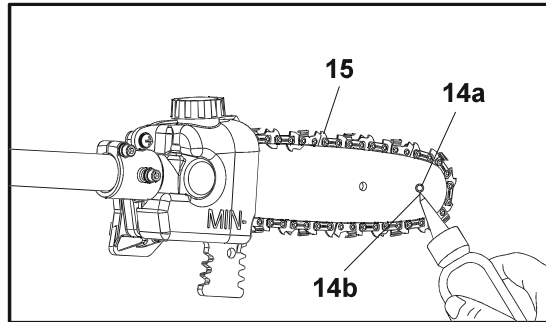

Fig. 61
2. Utilizando uma pistola de lubrificação descartável, insira a ponta da agulha no orifício de lubrificação (14b) (Fig. 61) e injete gordura até surgir no rebordo exterior da roda dentada (14a).